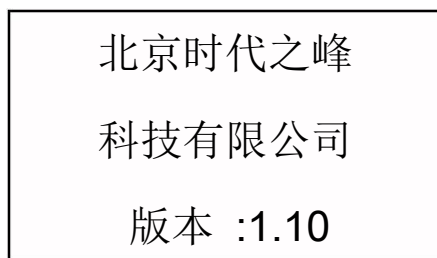

图 3
2. 按住  键直到屏幕出现显示, 屏幕显示过程 (如图 3、图 4 和图 5):